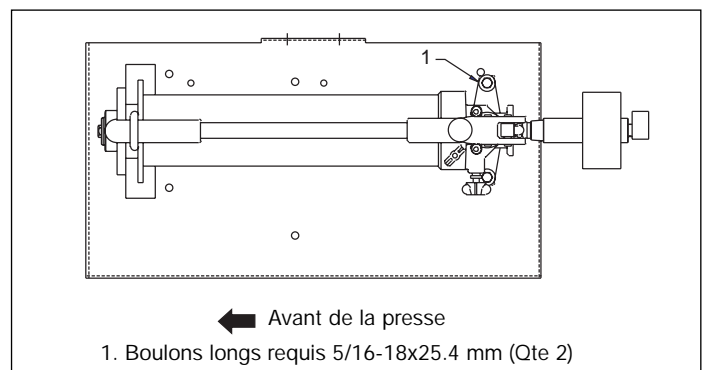

Figure 3, Pompe à main P-80
2. Montez la pompe à main sur le plateau en deux endroits au moyen du matériel fourni. Voir Figure 3.